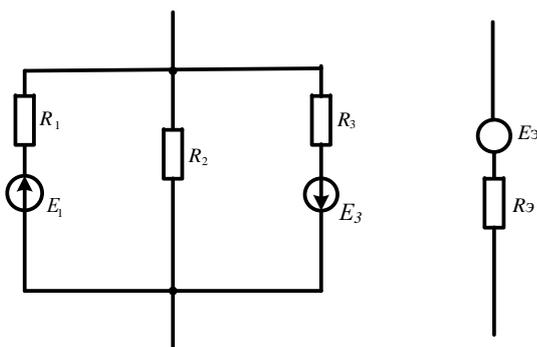

Рисунок 29
**Задача 30.** Рассчитать  $E_{\Sigma}$  и  $R_{\Sigma}$  (рис.29), если  $E_1=120\text{В}$ ;  $E_3=60\text{В}$ ;  $R_1=6\text{Ом}$ ;  $R_2=10\text{Ом}$ ;  $R_3=4\text{Ом}$ .